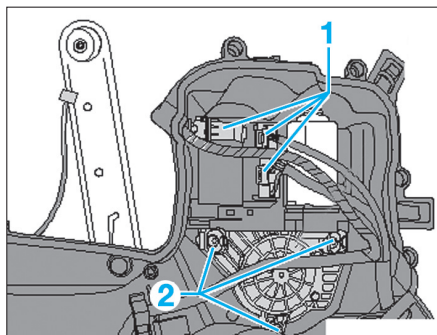

Fig. 61
• Débrancher les différents connecteurs (1) de commande de lève glace (Fig.61).